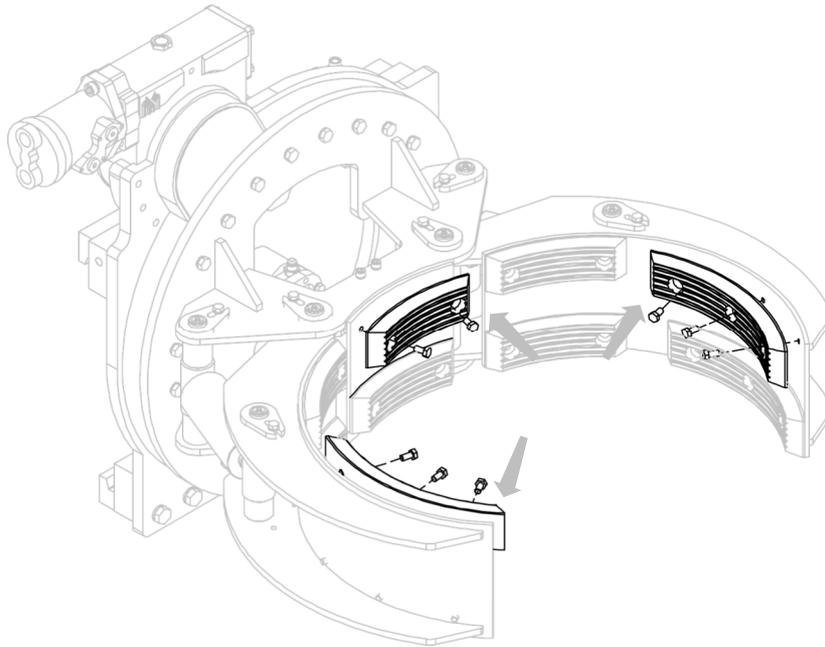
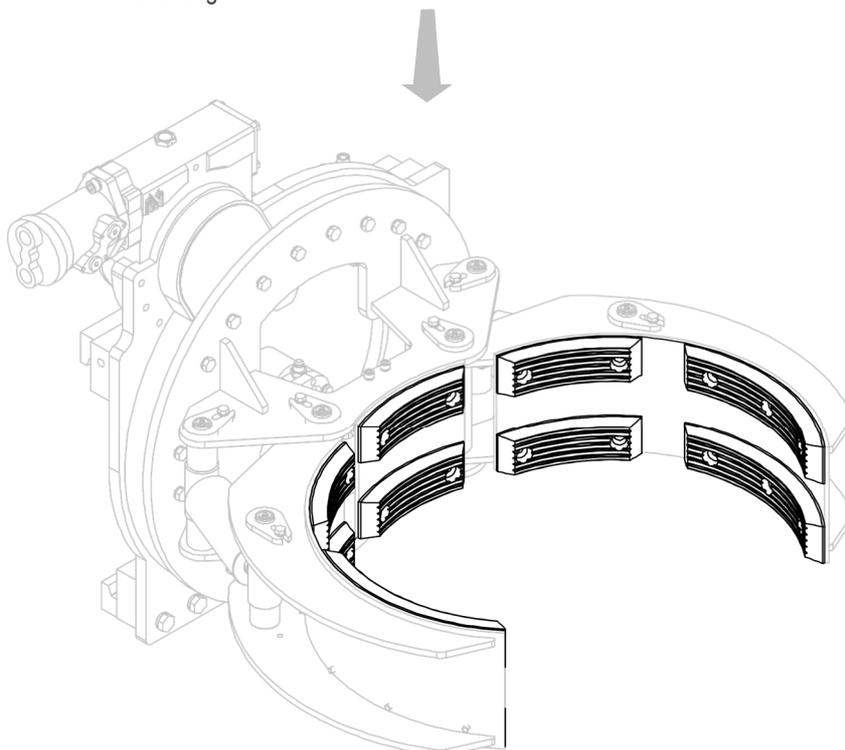

Abbildung 13
Abbildung 14
2. Installieren Sie die Gummiplatten mit den entsprechenden Schrauben (siehe *Abbildung 13* und *Abbildung 14*).